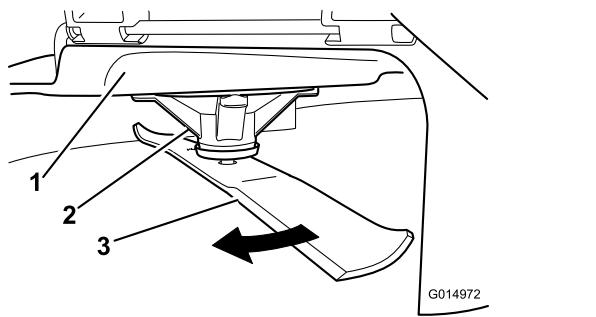

Figura 63
2. Llevando guantes fuertemente acolchados u otro tipo de protección apropiada para las manos, gire lentamente la cuchilla hasta una posición que permita medir la distancia entre el filo de corte y la superficie nivelada en la que descansa la máquina (Figura 63).